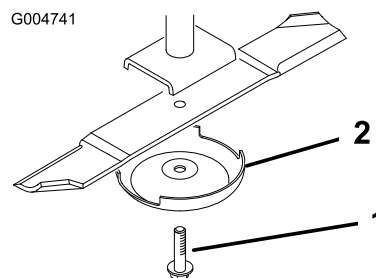

Рисунок 83
3. Снимите болт ножа, защитный колпак и нож с вала шпинделя (Рисунок 83).